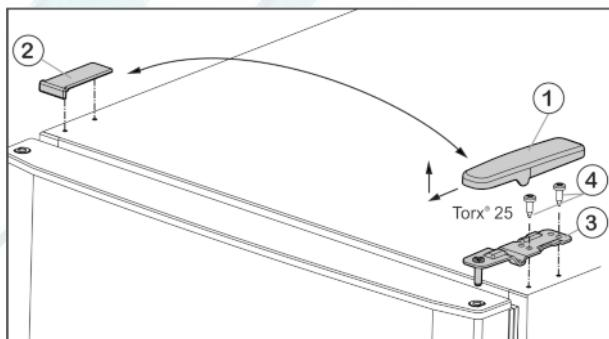
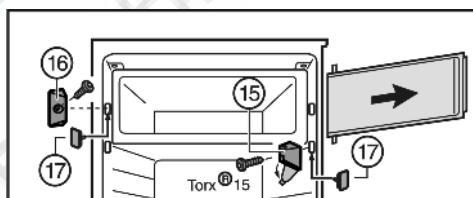

Fig. 5
Fig. 6
- Потяните крышку Fig. 5 (1) вперед и вверх.
► Снимите крышку Fig. 5 (2).
- Открутите верхний опорный кронштейн Fig. 6 (3)(2 шт. Торкс® 25) Fig. 5 (4) и поднимите вверх.
- Откиньте крышку на опорном кронштейне Fig. 6 (15).
► Открутите опорный кронштейн Fig. 6 (15) с дверцей камеры.
► Открутите запирающий элемент Fig. 6 (16).
► Закройте образовавшиеся отверстия прилагающимися пробками Fig. 6 (17).